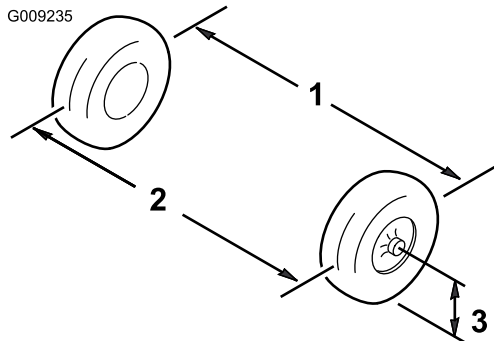

Figura 33
3. Mida la distancia entre los neumáticos delanteros a la altura del eje, en la parte delantera y trasera de las ruedas (Figura 33).